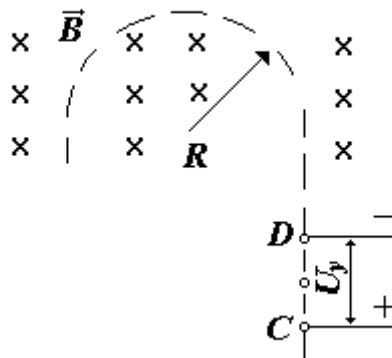

Рис.6
16. В масс- спектрографе заряженные частицы ускоряются на участке **CD** электрическим полем и, попав в магнитное поле с индукцией **B**, описывают окружность радиусом **R**. Определить удельный заряд частиц $\frac{q}{m}$. Ускоряющее напряжение равно U_y , начальная скорость частицы пренебрежимо мала (рис. 6).